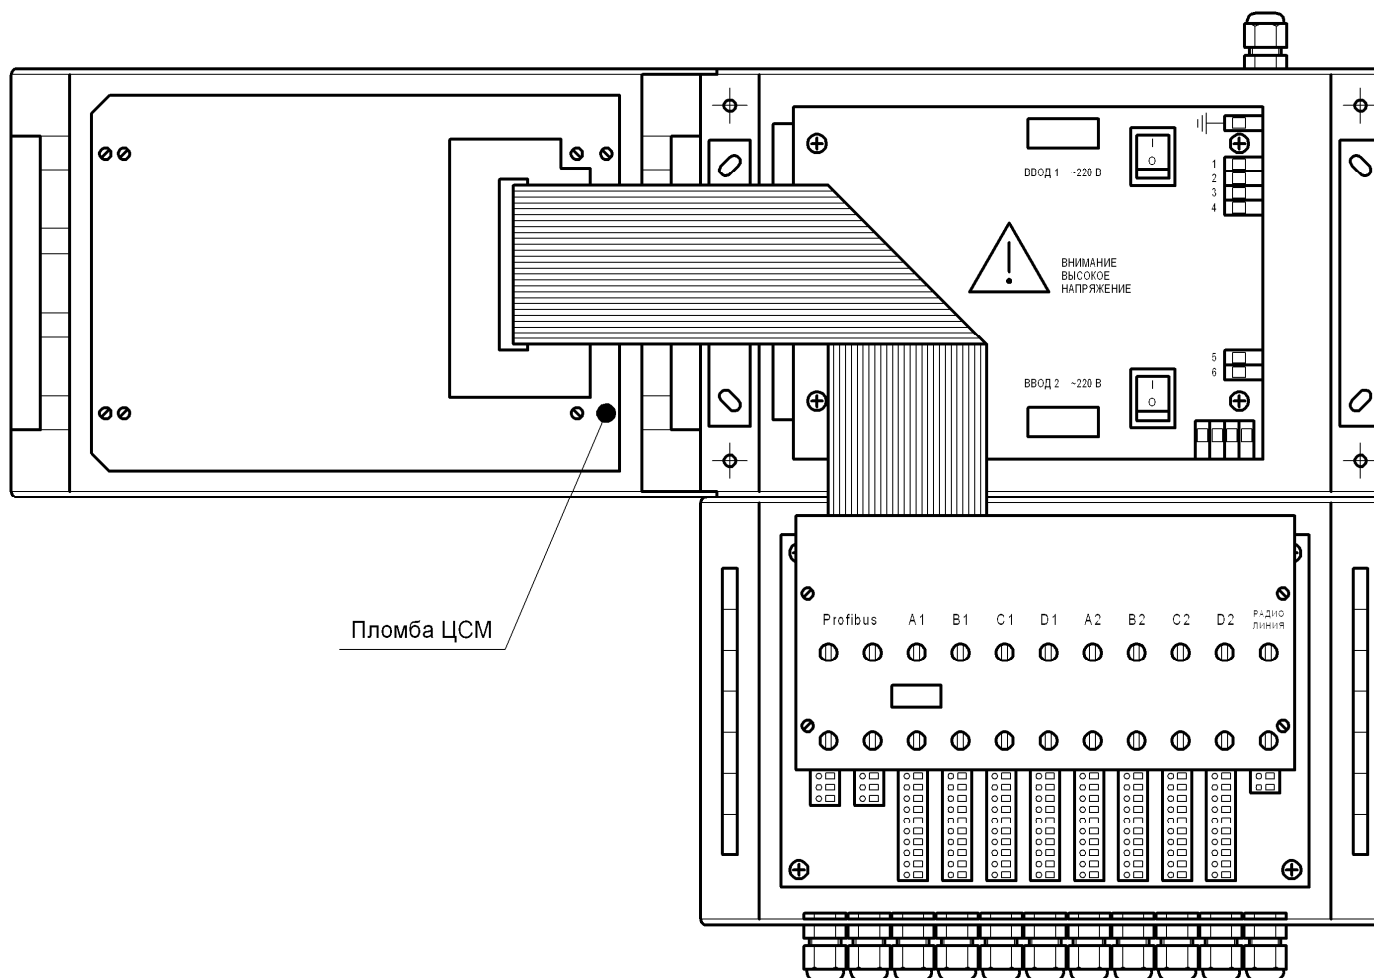

Рисунок 2 – Установка пломбы ЦСМ (вычислительный отсек повернут влево)
- 2) пломба ЦСМ (см. рисунок 2), которая содержит информацию о дате проведения поверки.